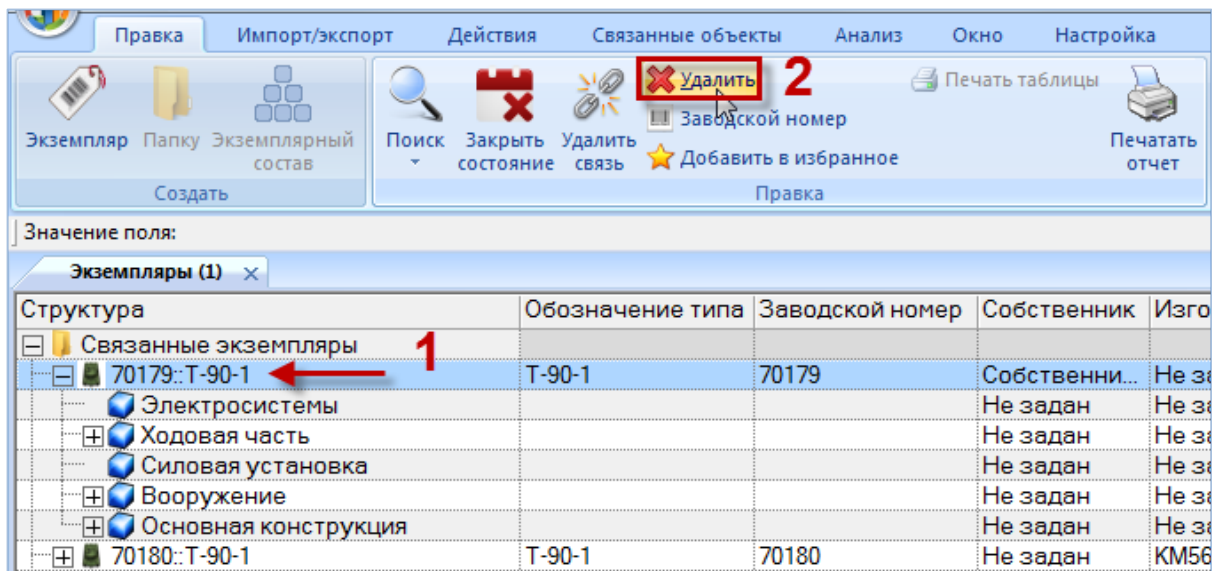

Рис. 20-16 – Удаление экземпляра изделия
- 2) Выделить экземпляр (1 на рис. 20-16). Для выделения нескольких объектов используются клавиши CTRL и SHIFT.
- 3) Нажать кнопку «Удалить» панели «Правка» (2 на рис. 20-16).